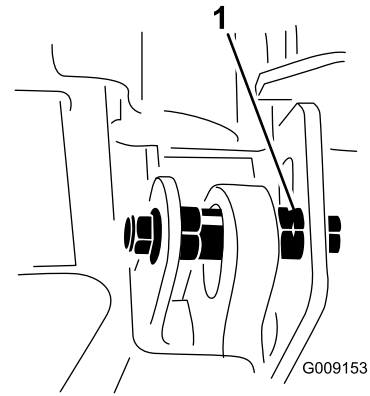

図 8
**注** 偏芯カムの突起部から 180° の位置にノッチが切ってあります (図 8)。偏芯カムでの調整を行う時、この突起部からのノッチが目安になります。